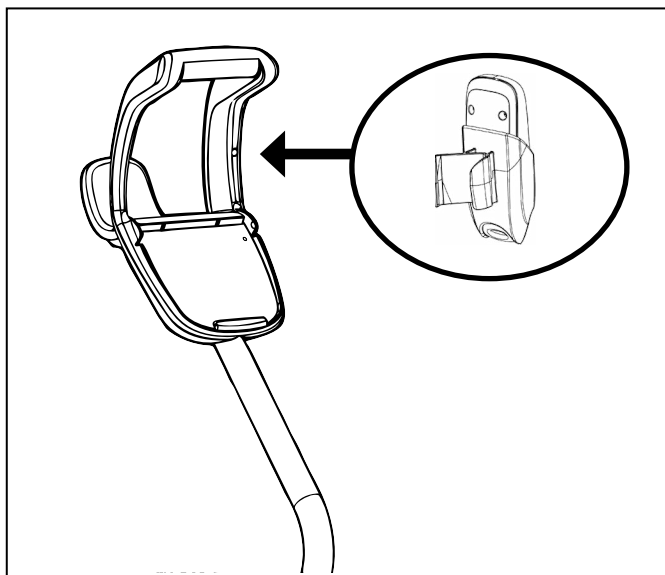

Figure 8. Enclencher le porte-télécommande
- (9500 Sport/P95)** Trouver la goupille située sur le porte-télécommande et l'aligner avec le réceptacle situé sur la poignée du chariot afin d'accrocher la télécommande au chariot (Figure 8).